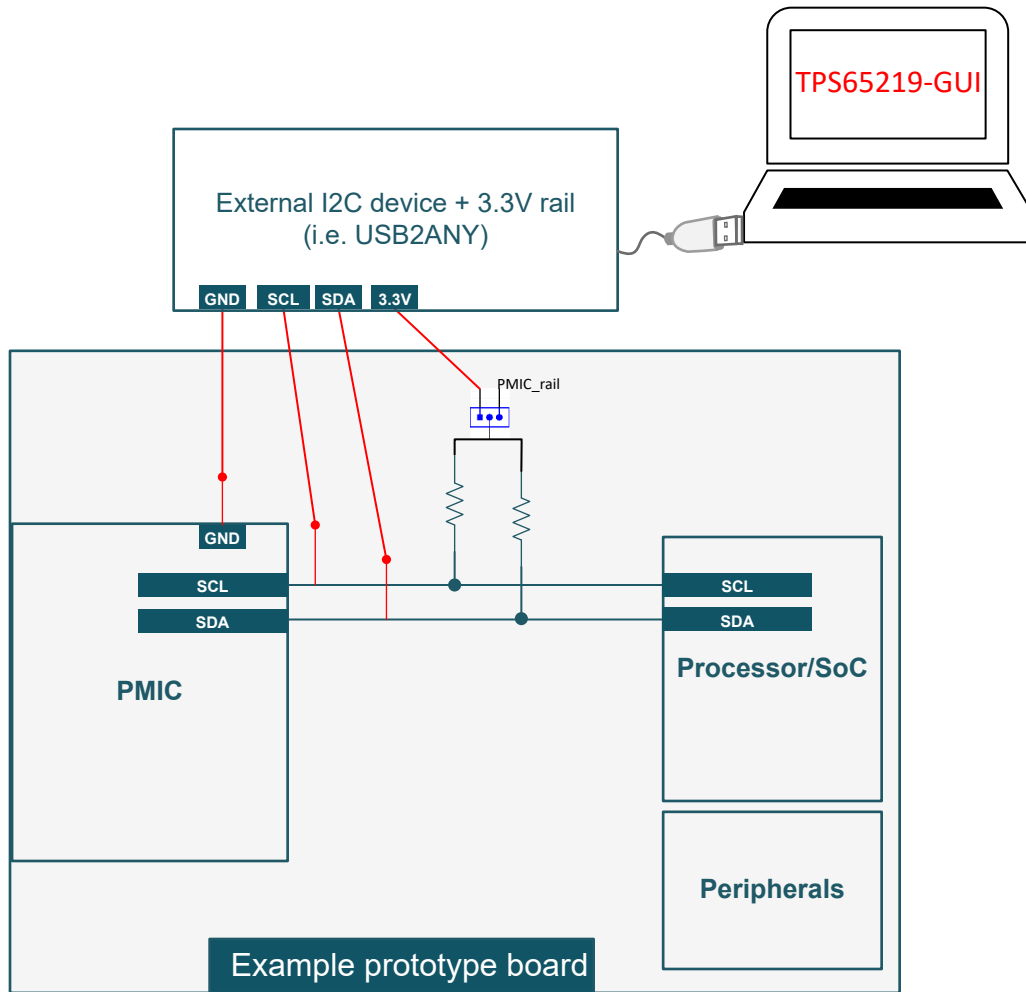

图 3-2. 原型示例
- **原型板**：默认情况下，用户可编程的 TPS6521905 NVM 附带的所有电源资源均处于非活动状态，并且 EN/PB/VSENSE 引脚配置为“Push-Button”，FSD 处于禁用状态 (PU_ON_FSD = 0x0)。如果此引脚上拉至 VSYS，当有效电源连接到 VSYS 时，PMIC 会保持关闭状态 (初始化状态)。此配置允许在执行上电序列之前重新对 NVM 进行编程。图 3-2 展示了客户需要在原型板中包含哪些内容来重新对 PMIC NVM 进行编程。所需的元件包括 GND、SCL、SDA 上的三个测试点，以及一个 1x3 单排接头连接器，该连接器会在外部 3.3V 和 PMIC 电源轨 (在正常应用中为 I2C 引脚供电) 之间选择上拉电源。USB2ANY (可在 TI.com 上获取) 可用于与 PMIC 通信并对 NVM 设置重新编程。